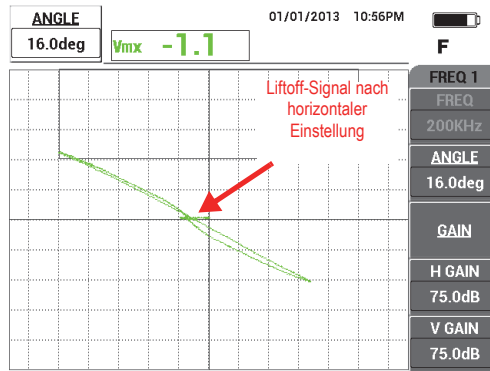

Abbildung 5-57 Möglichst horizontal verlaufendes Liftoff-Signal
6. Drücken Sie die Direktzugriffstaste ANGLE () und stellen Sie mit dem Drehknopf den Signalwinkel ein, so dass das Liftoff-Signal so horizontal wie möglich ist (siehe Abbildung 5-57 auf Seite 182).